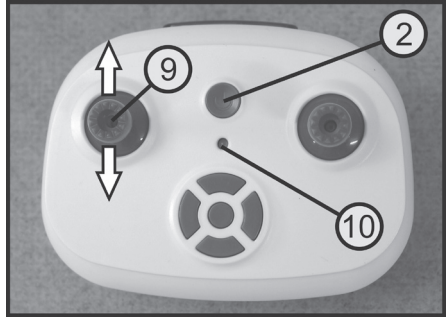

Figure 3
→ Lorsque l'alimentation électrique ne suffit plus au bon fonctionnement de l'émetteur, l'affichage LED (voir Figure 3, pos 10) clignote. Dans ce cas, faites atterrir immédiatement le quadricoptère et insérez des piles neuves dans l'émetteur.